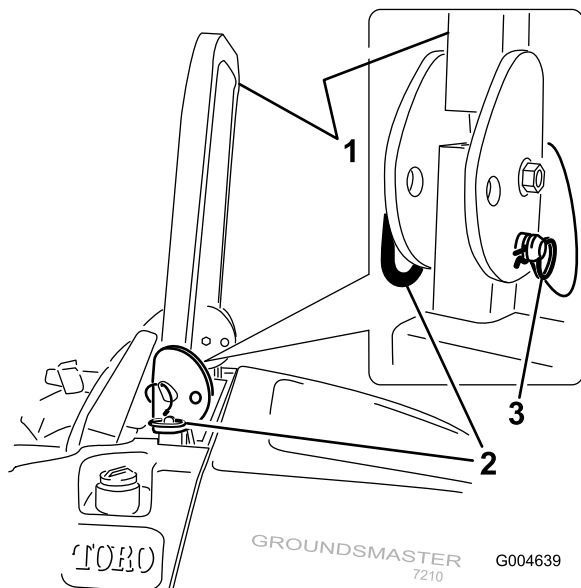

Figura 11
1. Para bajar la barra anti-vuelco, retire los pasadores de horquilla, empuje la barra hacia adelante contra los resortes, y retire los dos pasadores (Figura 11).
3. Instale los dos pasadores y fíjelos con los pasadores de horquilla (Figura 11).
4. Para elevar la barra anti-vuelco, retire los pasadores de horquilla y retire los dos pasadores (Figura 11).
5. Eleve la barra anti-vuelco a la posición vertical, instale los dos pasadores y fíjelos con los pasadores de horquilla (Figura 11).